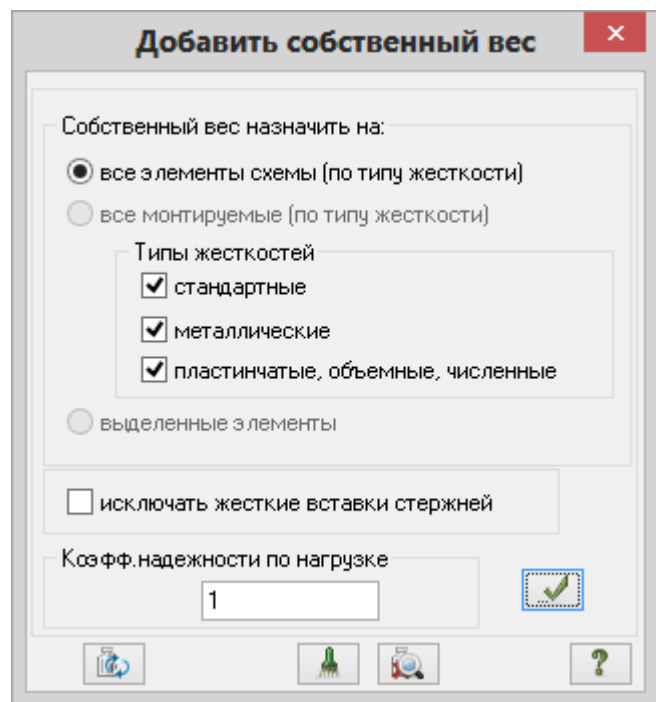

Рис.4.20. Диалоговое окно **Добавить собственный вес**
- Щелчком по кнопке  – **Добавить собственный вес** (панель **Нагрузки** на вкладке **Создание и редактирование**) вызовите диалоговое окно **Добавить собственный вес** (рис.4.20).